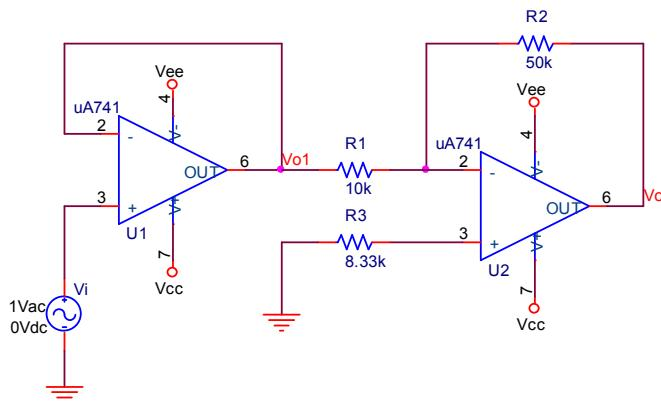

图 8. 1. 1 反相电压放大电路
***8. 1. 1 反相电压放大电路如图 8. 1. 1, 求: